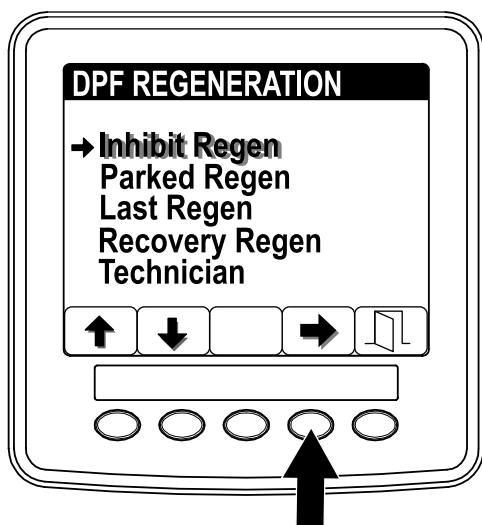

Рисунок 43
1. Перейдите к меню DPF Regeneration (Регенерация DPF) и нажмите кнопку 1 или 2 для прокрутки вниз к опции INHIBIT REGEN (ЗАПРЕТ РЕГЕНЕРАЦИИ) (Рисунок 43).
- Нажмите кнопку 4 для выбора позиции Inhibit Regen (Запрет регенерации) (Рисунок 43).